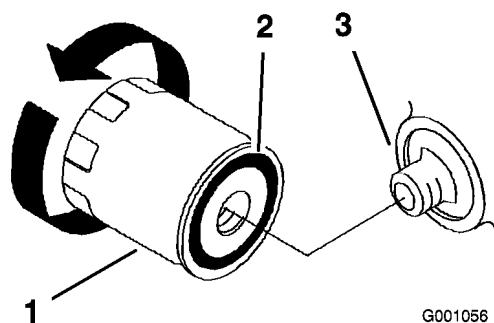

Figure 32
2. Déposez le filtre à huile usagé et essuyez la surface du joint de l'adaptateur (Figure 32).
4. Appliquez un mince film d'huile neuve sur le joint en caoutchouc du filtre de rechange (Figure 32).
5. Posez le filtre à huile de rechange sur l'adaptateur. Tournez le filtre dans le sens horaire jusqu'à ce que le joint touche l'adaptateur, puis donnez 1/2 tour supplémentaire (Figure 32).